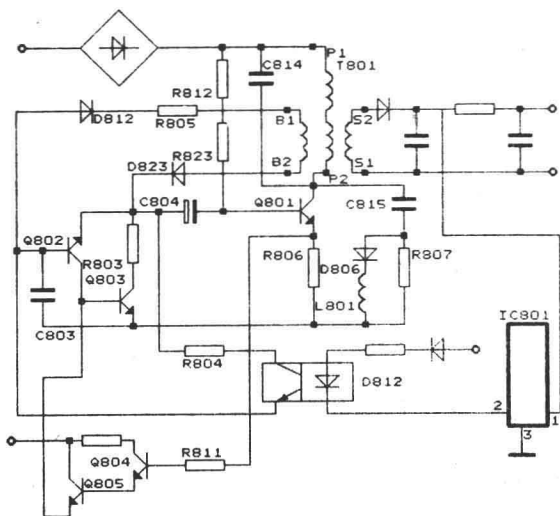

图2
2. 开关管过压保护:在图2所示直流变换器中,开关管Q801由饱和进入截止瞬间,集电极电流急剧突变会使T801初级主绕组P1P2两端产生一个很大的反向电动势,峰值可达电源电压的数倍。如果此时负载开路(如行停振),绕组P1P2中的磁能无法泄放,这个反峰电压将一直作用在Q801集-射极,很可能击穿开关管。因此在Q801集-射极增设RC网络。C814、C815、D806、L801、R807组成缓冲吸收回路,抑制P1P2两端的浪涌电压,同时对T801的漏感和分布电容形成的自激振荡起到阻尼消除作用。